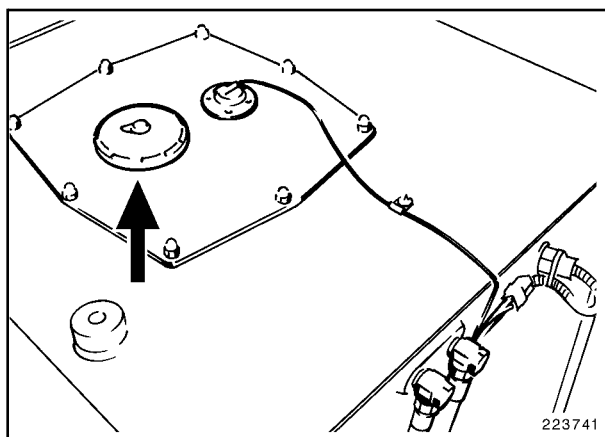

Fig. 1
- Desenroscar la tapa del tubo de relleno (Fig. 1).